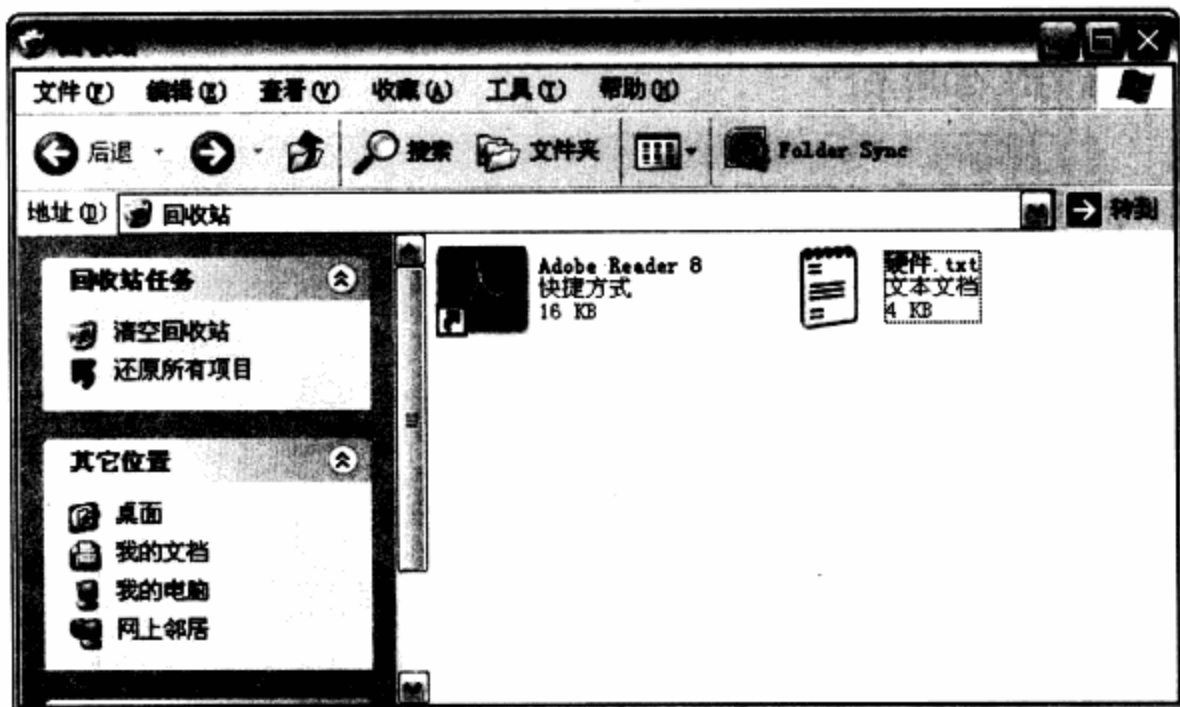

图13-18 “回收站”窗口
**步骤 01** 在桌面上双击“回收站”快捷方式图标,打开“回收站”窗口。如图13-18所示。